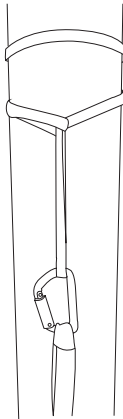
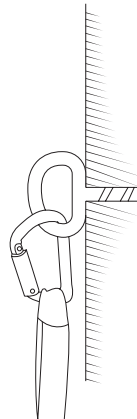
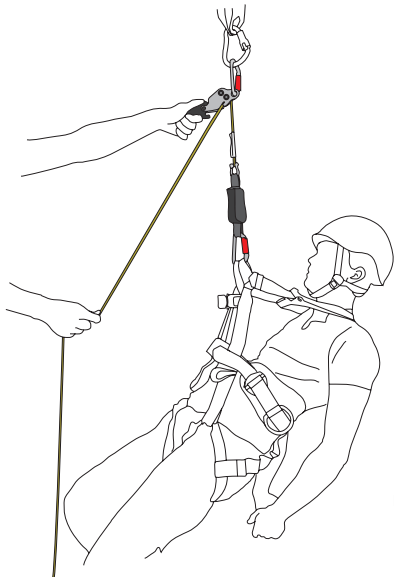

Fig.1B: ancoraggio verticale
Fig. 1C: ancoraggio fisso strutturale
Fig. 4
Se la cinghia di ancoraggio viene collocata attorno a una struttura verticale, staccare la cinghia, arrotolarla due volte intorno al palo e farla passare al suo interno. Quindi collegare il moschettoni come illustrato in fig. 1B. Assicurarsi che la cinghia di ancoraggio si blocchi in posizione. La fig. 1C mostra come attaccare il moschettoni a un ancoraggio fisso strutturale EN795 cl. A.
4. Staccare il moschettone dalla cinghia di ancoraggio. Collocare la cinghia di ancoraggio attorno a una struttura e nel moschettone come illustrato in fig. 1:A or fig. 1B. Il punto di ancoraggio deve avere una capacità di carico di 12 kN (EN795). Fissare lo **SMARTLINE X** come mostrato in fig. 4.